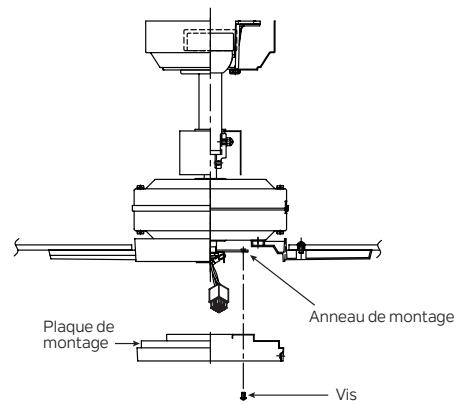

Fig. 17
Étape 1. Desserrer les deux vis sur l'anneau de montage attaché à l'arbre moteur et "enlever" et enregister la troisième vis. (Fig. 17)